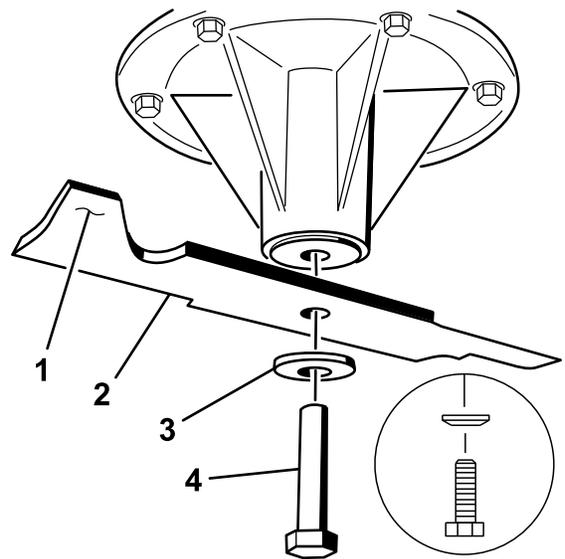

Figure 89
2. Enlevez le boulon, la rondelle bombée et la lame de l'axe (Figure 89).